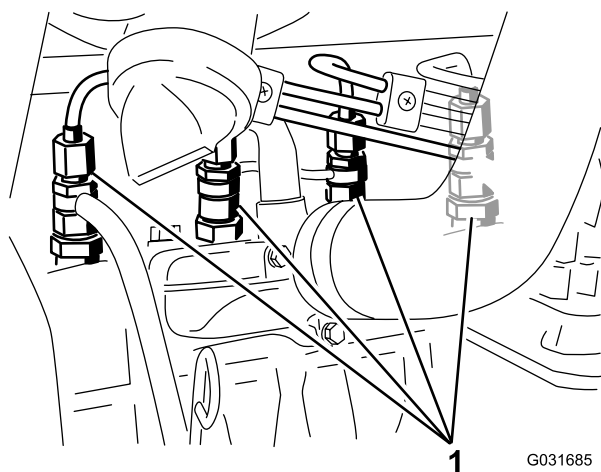

Рисунок 42
1. Ослабьте соединитель, крепящий трубку к соплу № 1 и держателю в сборе (Рисунок 42).